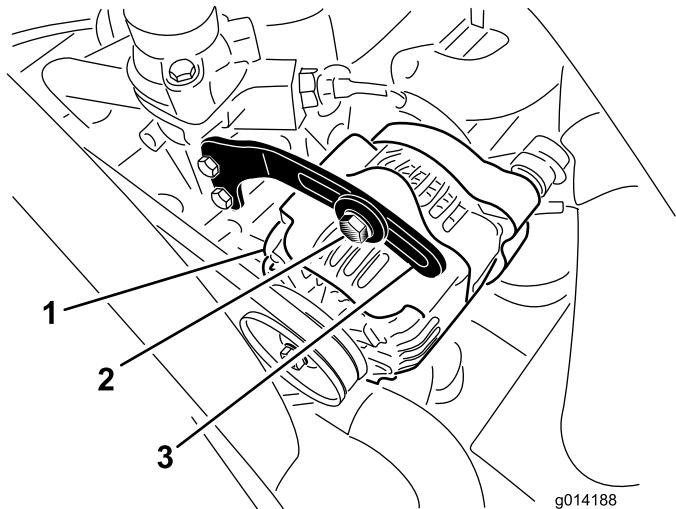

Figura 57
2. Compruebe la tensión de la correa del alternador flexionándola (Figura 57) en el punto intermedio entre las poleas del alternador y del cigüeñal con una fuerza de 10 kg (22 lb).
3. Afloje el perno que sujet a el tirante al alternador (Figura 57), y el perno de pivote del alternador.